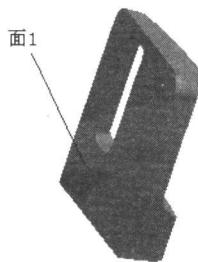

图1-23 祛除面1
- 祛除面（Pierced Face）=面1，见图1-23。